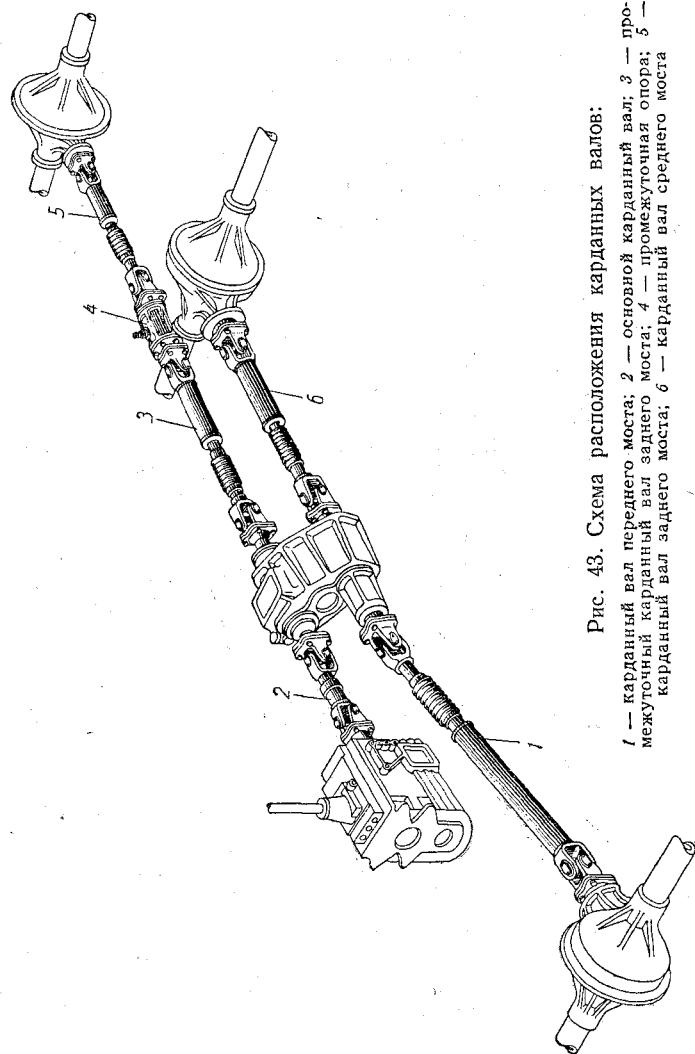
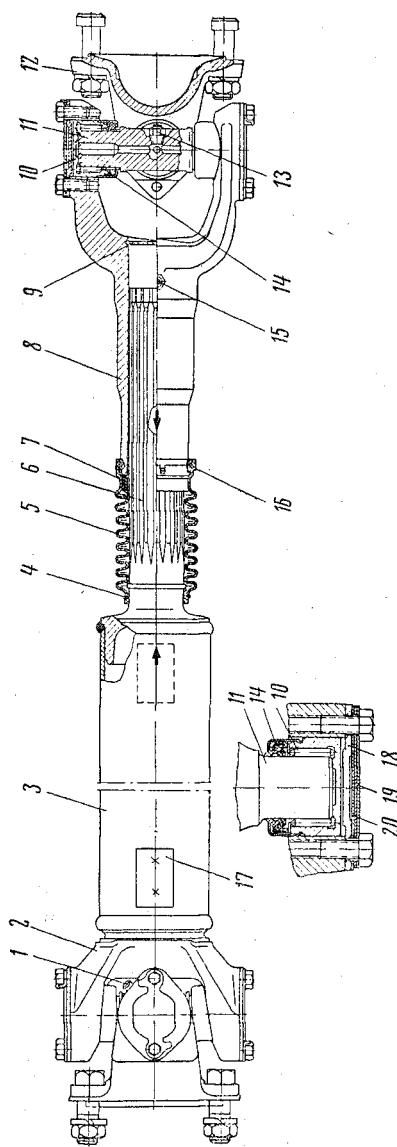

Рис. 43. Схема расположения карданных валов:
Рис. 44. Карданный вал.
Карданская передача автомобиля (рис. 43) состоит из пяти карданных валов и промежуточной опоры, соединяющих коробку передач с раздаточной коробкой и с ведущими мостами. Все карданные валы, кроме основного, расположенного между коробкой передач и раздаточной коробкой, конструктивно одинаковы (рис. 44) и отличаются один от другого только длиной трубы и размерами вилок и фланцев.
4. При разборке шарнира карданного вала заднего моста и основного карданного вала следует пометить балансировочные пластины *20* (см. рис. 44), чтобы при сборке поставить их на прежнее место.
10. При замене отдельных деталей карданный вал нужно динамически сбалансировать (допустимый дисбаланс 70 Гсм) приваркой пластин 17 (см. рис. 44) или установкой съемных пластин 20 под головки болтов крепления опорных пластин подшипников крестовины.